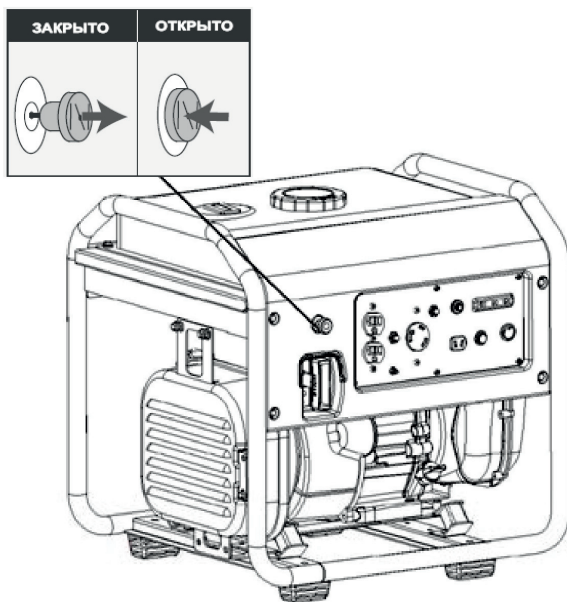

Рис. 13
2. При пуске холодного двигателя рычаг привода воздушной заслонки переведите в положение «Закрыто» (Рис. 13)
5. После прогрева двигателя плавно переведите рычаг воздушной заслонки в положение «Открыто» (Рис. 13). При повторном пуске, когда двигатель прогреет, воздушную заслонку использовать не нужно.